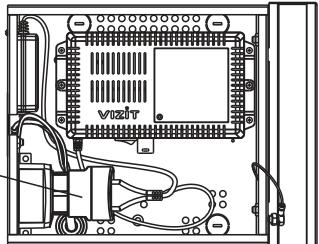

Рисунок 6 - Расположение блока управления VIZIT и блока питания 19w/14.4v/EU FARADAY в боксе
- Подключите сетьевые вилки блока управления и блока питания к тройнику (см. рис. 6, 7).